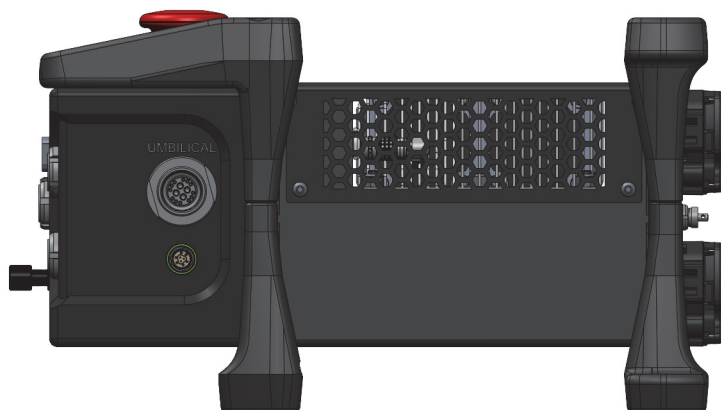

Figura 1-7 Panel izquierdo de la unidad de adquisición
6. Conecte los dos conectores umbilicales a sus puertos respectivos en el panel izquierdo de la unidad de alimentación (ver Figura 1-7 en la página 31) y el conducto de agua de conexión rápida al sistema de alimentación de agua en el escáner motorizado.
El panel izquierdo de la unidad de adquisición PipeWIZARD iX (ver Figura 1-7 en la página 31) proporciona la siguiente funcionalidad: